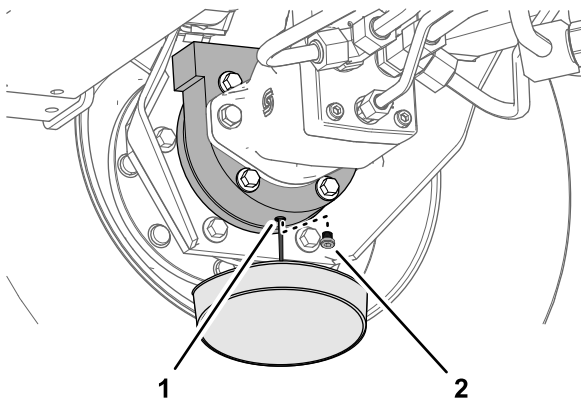

Figure 102
- Placez un bac de vidange sous le carter de frein, enlevez le bouchon de vidange et vidangez toute l'huile (Figure 102).